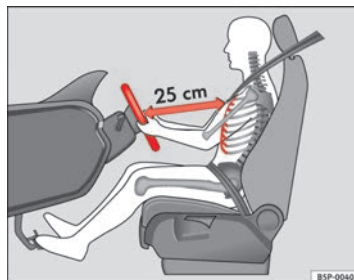

Fig. 133 Posizione corretta sul sedile di guida
- Posizionare il volante nel modo desiderato $\Rightarrow$ fig. 133.
- Regolare il sedile del conducente o la posizione del volante in modo tale che la distanza tra il volante stesso e lo sterno del conducente sia di almeno 25 cm → fig. 133. Se la distanza minima non viene rispettata, l'efficacia del sistema degli airbag si riduce, con gravi rischi per l'incolumità delle persone (non escluso quello di morte).